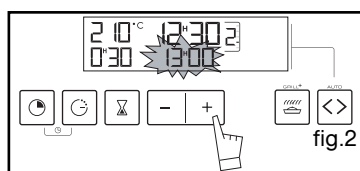

fig.2
**• Plat multi usages (fig.2)**
Réglez l'heure en appuyant sur les touches + ou - (le maintien de la touche permet d'obtenir un défilement rapide) (fig.2).
Appuyez simultanément sur les touches "☀" et "☀☀" pendant quelques secondes (fig.2), puis relâchez quand l'heure du jour clignote. Des bips sonores indiquent que le réglage est alors possible.
Exemple : position  (fig.2).
L'affichage clignote à 0h00 pour indiquer que le réglage est alors possible (fig.2).
Exemple : fin de cuisson à 13h (fig.2).
– Tournez le sélecteur de fonctions sur la position "ECO". L'indicateur "ECO" s'allume dans l'afficheur (fig.2).
- Ajustez le temps choisi en appuyant sur les touches + ou - (fig.2) jusqu'à obtenir la durée voulue (maxi 60 minutes).
- Appuyez simultanément sur les touches + et - pendant une dizaine de secondes jusqu'à l'affichage de "CO" afin de rentrer dans le mode de réglage (fig.2).